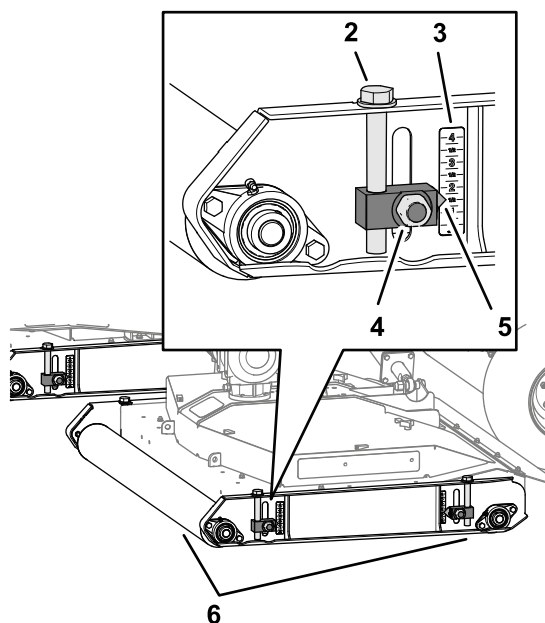

Bild 41
3. Lösen Sie die vier Sicherungsmuttern, mit denen die vier Schnitthöheneinstellungen des Mähwerks befestigt sind (Bild 41).